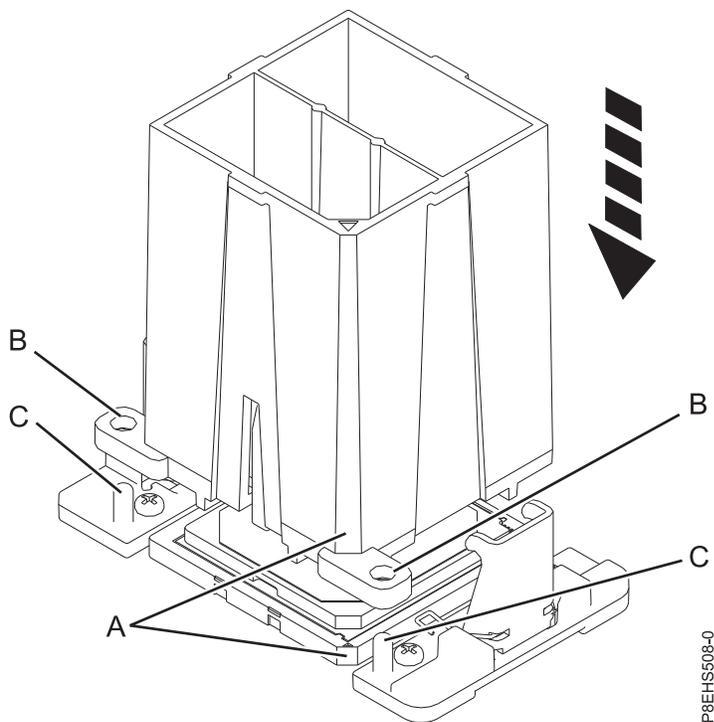

Figura 91. Abaixando a ferramenta de remoção no módulo de processador do sistema
- a. Usando a ferramenta de remoção fornecida (número da peça 01AF101), alinhe o canto biselado (**A**) da ferramenta sobre o canto biselado do módulo de processador do sistema conforme mostrado em Figura 91 na página 83.